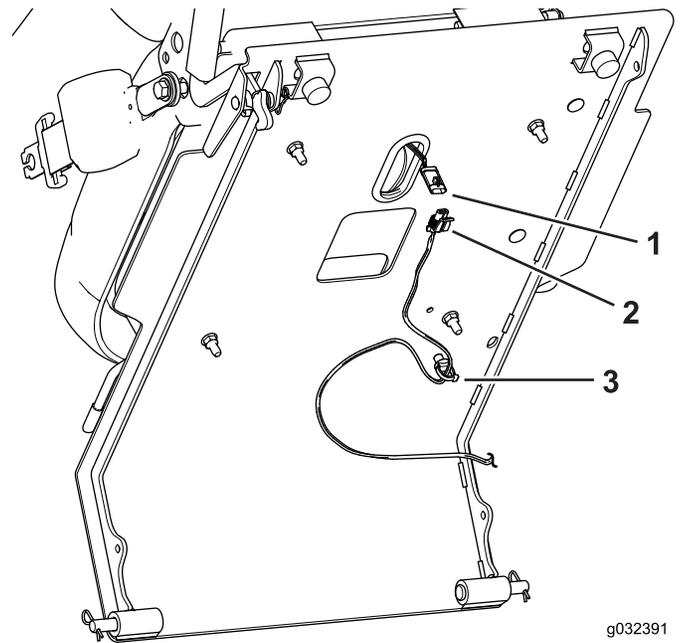

Figura 2
2. Scollegate l'interruttore del sedile sulla parte inferiore della piattaforma del sedile dal cablaggio preassemblato (Figura 2).
3. Rimuovete la clip per cavo dalla parte inferiore della piattaforma del sedile (Figura 2).